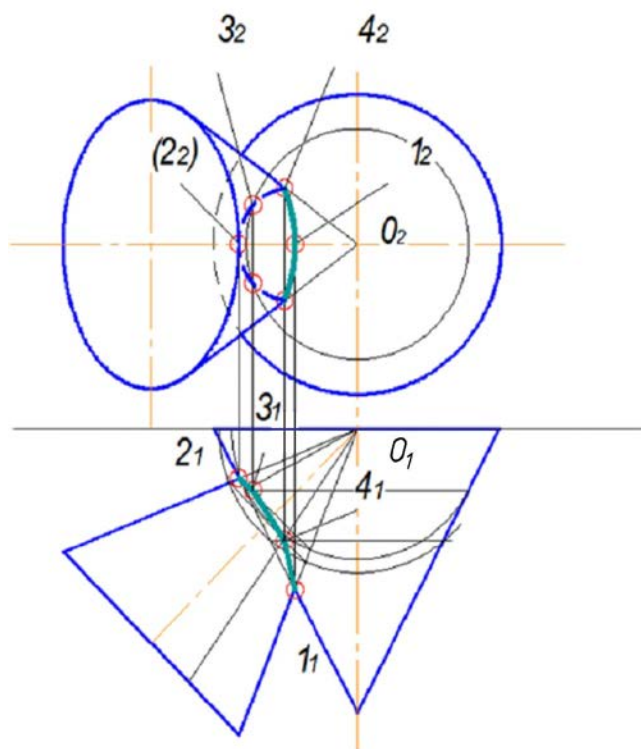

Рисунок 21 – Крок 4 алгоритму виконання РГР № 4
4. Побудувавши проєкції спільних точок, їх сполучають з урахуванням видимості відносно обох поверхонь (рис. 21).